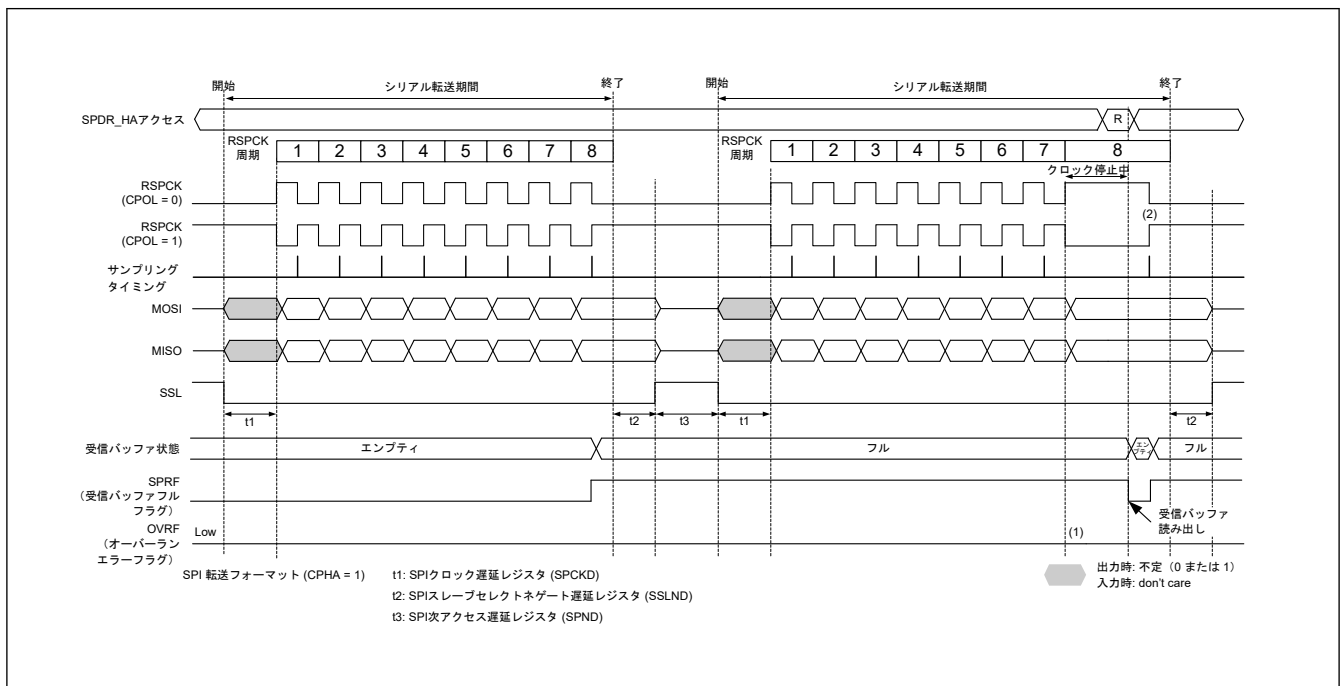
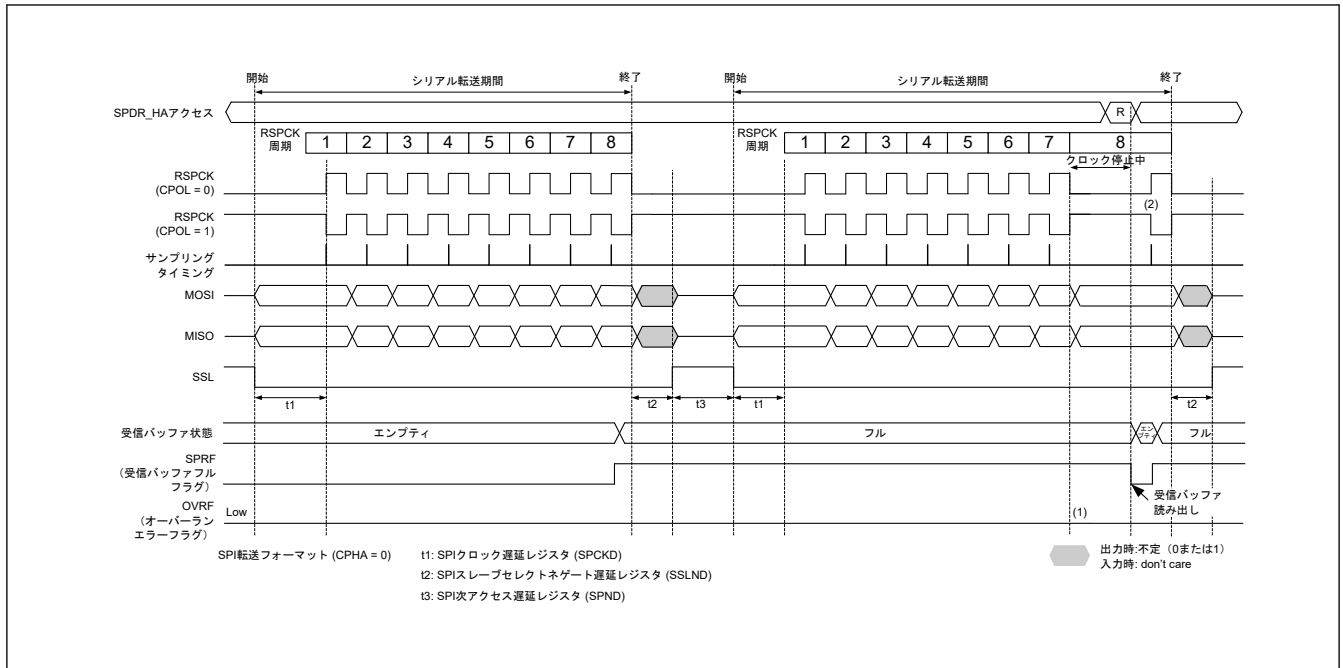

図 27.29 マスターモードの受信バッファフルの状態でのシリアル転送が継続するときのクロック停止波形 (CPHA = 1)
図 27.30 マスタモードの受信バッファフルの状態でのクロック停止波形 (CPHA = 0)
マスターモードで RSPCK 自動停止機能を有効 (SPCR2.SCKASE = 1) にした場合は、オーバーランエラーが発生しません。図 27.29 と図 27.30 に、マスターモード時の受信バッファフルの状態でのシリアル転送が継続するときのクロック停止波形を示します。
以下に、図 27.29 および図 27.30 の (1)、(2) に示したタイミングでのフラグ動作を説明します。